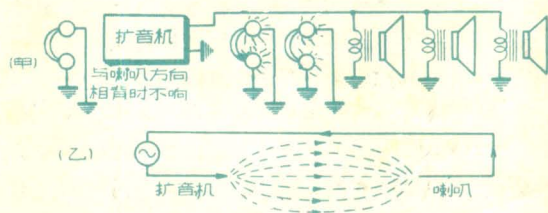

图 2
10. 某有线广播站是用单线传输，故用耳机两条线插在地上能听到广播，这在去年问答栏上已说明，但为什么离站越远就越轻，且在与喇叭方向相背时则不响（如图 2 甲）何故？
答：因为单线广播时的电流在地中并不是集中於一条道上的而是像图 2 乙那样的，故离站越远电流的密度就越小，故在耳机中听得到的声音就越小，背喇叭方向没有电流，当然听不见声音了。